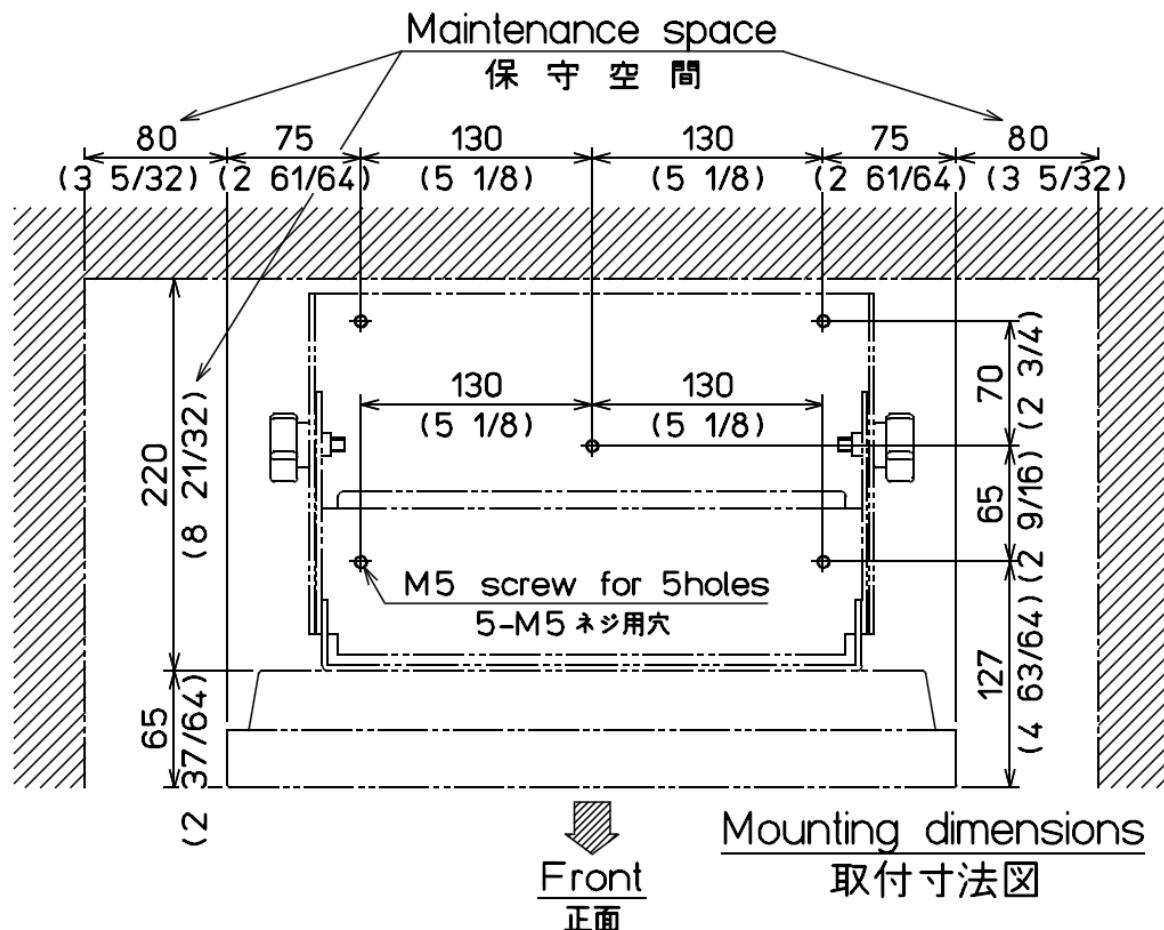

図 1.8 17 インチ LCD モニターの卓上設置時の保守空間
- (1) 図 1.8 の保守空間を設けて、17 インチ LCD モニターを取り付ける位置を決定してください。